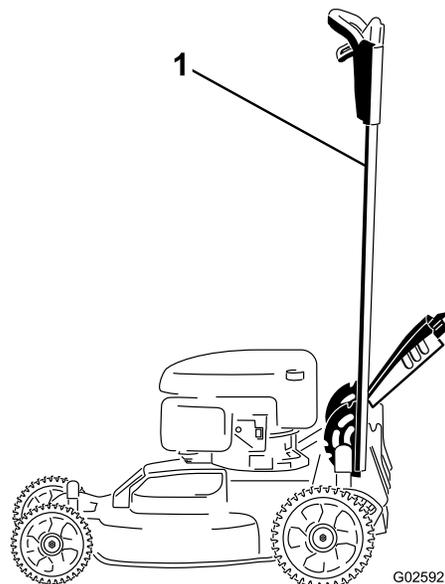

Рисунок 37
1. Зафиксируйте рукоятку в вертикальном положении (Рисунок 37); см. Регулировка высоты рукоятки (страница 13).